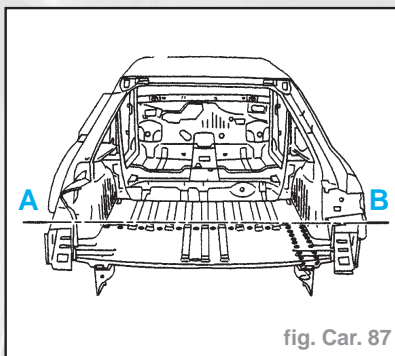

fig. Car. 87
- Dégraffer les points à l'aide d'une fraise de  $\varnothing 8 \text{ mm}$  (fig. Car. 87).